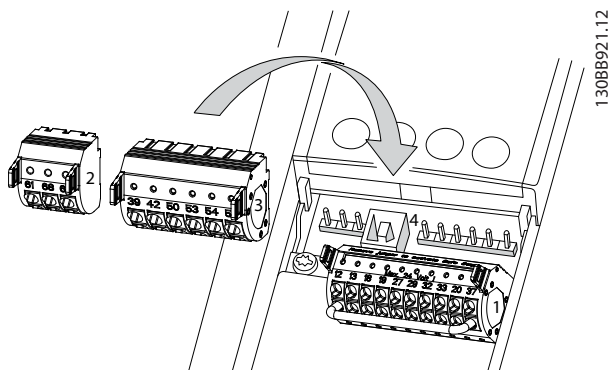
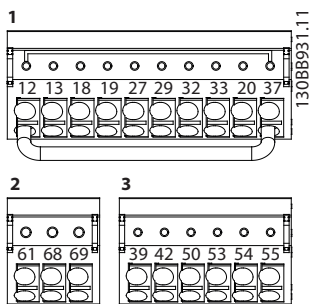

Ilustración 4.8 Ubicación de los terminales de control
Ilustración 4.9 Números de los terminales
- Cuando el convertidor de frecuencia esté conectado a un termistor, asegúrese de que el cableado de control del termistor está apantallado y reforzado o doblemente aislado. Se recomienda un suministro externo de 24 V CC. Consulte la *Ilustración 4.8*.
Ilustración 4.8 y *Ilustración 4.9* muestran los conectores extraíbles del convertidor de frecuencia. Las funciones de los terminales y los ajustes predeterminados están resumidos en la *Tabla 4.2* y en la *Tabla 4.3*.